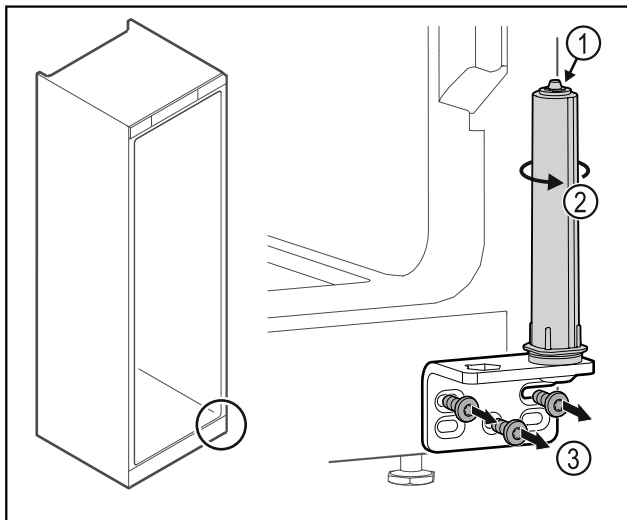

Fig. 51
- ▶ Ärge võtke ukselukustussüsteemi lahti Fig. 51 (1).
- ▶ Keerake sulgemissüsteemi Fig. 51 (2), kuni see klõpsub.
- ▶ Kravige šarniirnergik Fig. 51 (3) maha.